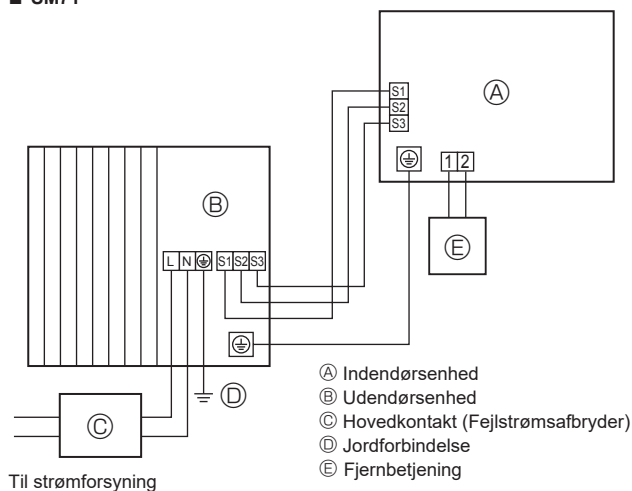
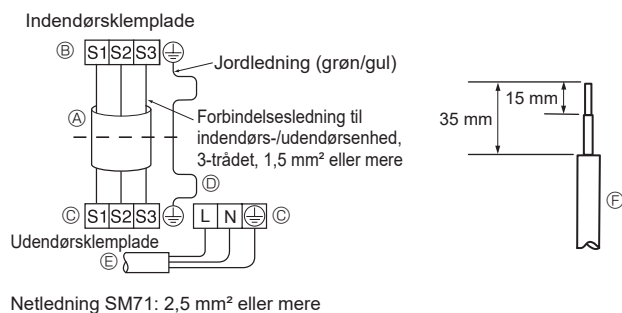
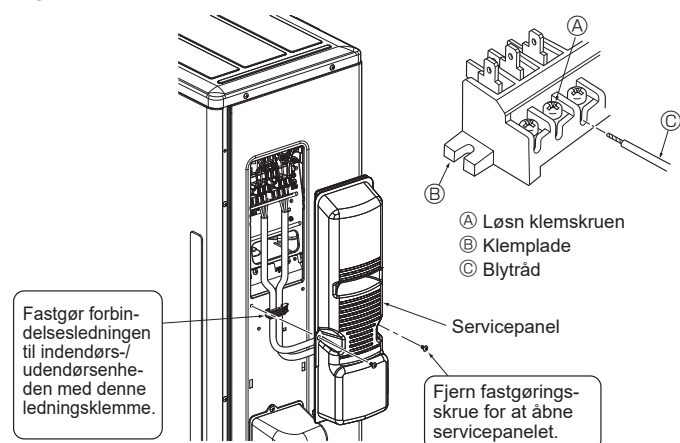

Fig. 6-1
Fig. 6-2
Fig. 6-3
### 6.1. Udendørsenhed (Fig. 6-1, Fig. 6-2, Fig. 6-3)
- ① Fjern servicepanelet.
- ② Træk kablerne som vist i Fig. 6-1, Fig. 6-2 og Fig. 6-3.
- Ledningerne trækkes som vist nederst til venstre i diagrammet. (Kabel fremskaffes lokalt) (Fig. 6-2)
- (A) Forbindelseskabel
- (B) Indendørs klemplade
- (C) Udendørs klemplade
- (D) Installer altid et jordkabel, der er længere end andre kabler.
- (E) Netledning
- (F) Blytråd